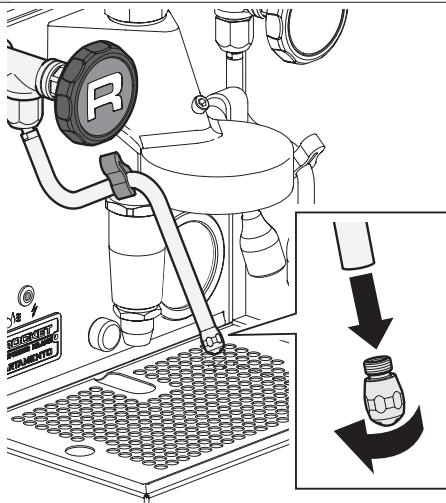

fig. 8.1
2. Si los chorros de vapor se obstruyen con leche en polvo, desensrosque la boquilla y desbloquee (fig. 8.1).